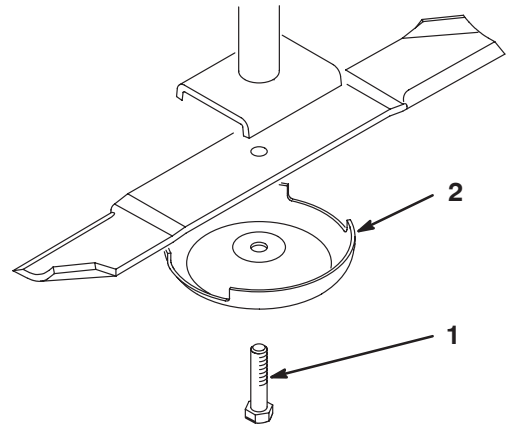

Bild 26
2. Halten Sie das Ende des Messers mit einem stark wattierten Handschuh oder wickeln Sie einen Lappen um es herum. Entfernen Sie die Messerschraube, die die Antiskalpierschale und das Messer von der Spindelwelle (Bild 26).